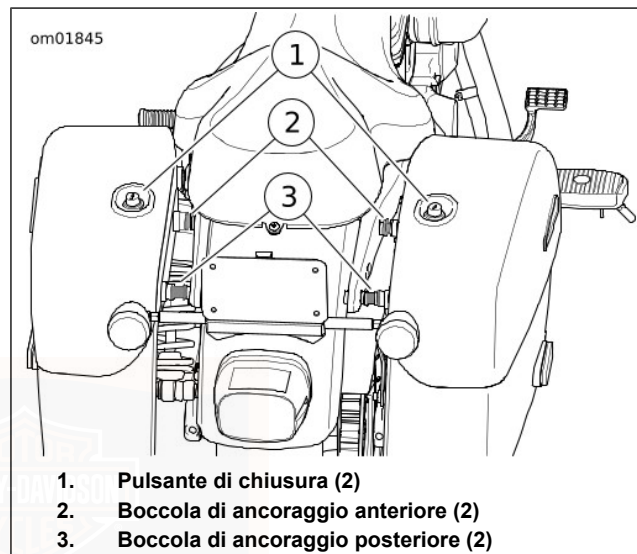

Figura 25. Borse: XL 1200T
1. Vedere Figura 25. Aprire la serratura della borsa con la chiave.
2. Premere e rilasciare il pulsante di chiusura (1).
1. Vedere Figura 25. Chiudere il coperchio della borsa.